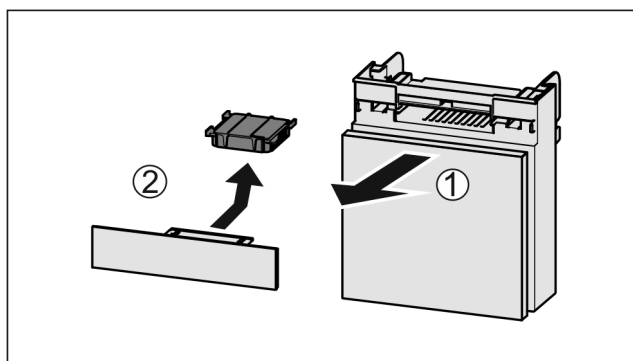

Fig. 109
- Zásuvku vytáhněte dopředu Fig. 109 (1).
- Filtr s aktivním uhlím vyjměte Fig. 109 (2).